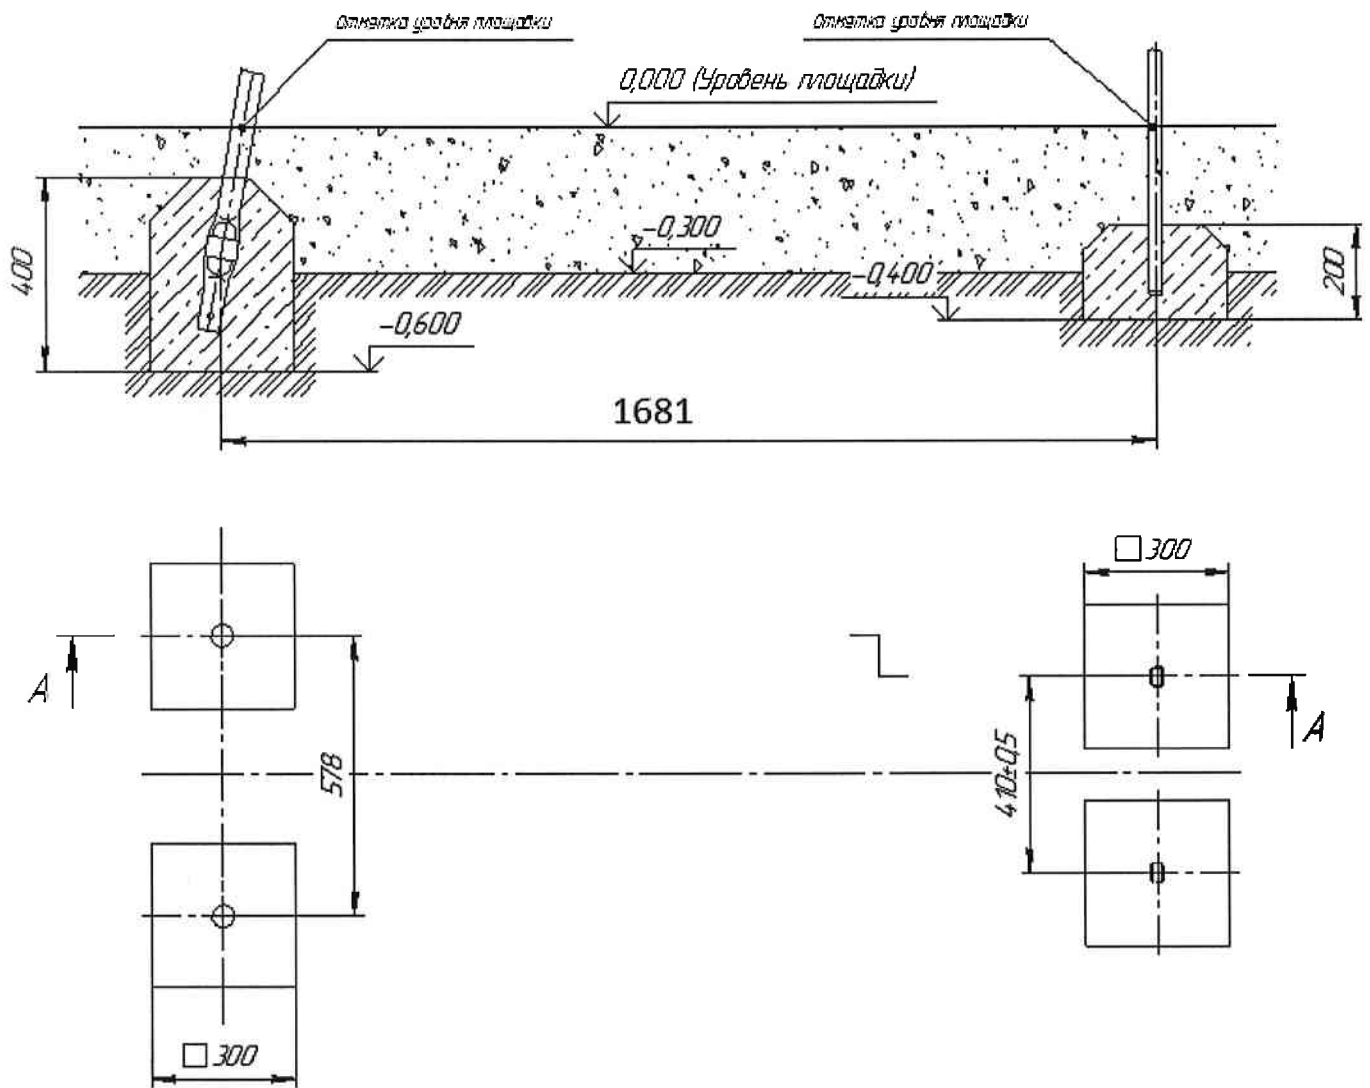

Рис. 2.
12.3.2 Подготовить приямки по схеме на рис. 2.